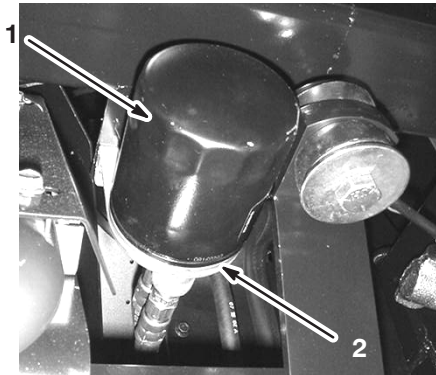

Bild 36
2. Entfernen Sie den alten Motorölfilter (Bild 36).
3. Wischen Sie die Dichtungsfläche am Anbaubereich des Filters ab (Bild 36).
4. Ölen Sie die Gummidichtung am Austauschfilter (Bild 36) leicht mit Frischöl ein.
5. Setzen Sie den Ersatzölfilter auf den Anbaustutzen auf. Drehen Sie den Ölfilter nach rechts, bis die Gummidichtung den Filterstutzen berührt. Ziehen Sie den Filter dann um eine weitere 1/2 Umdrehung fester (Bild 36).